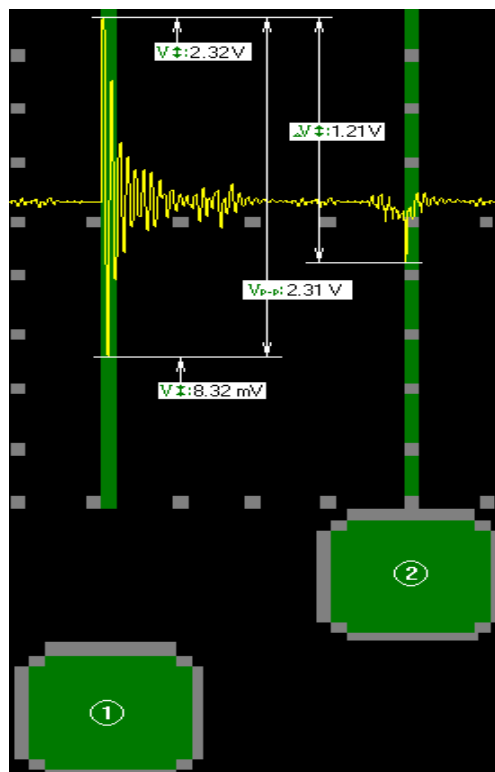

рис.10
- 7 - максимальное значение напряжения в точке осциллограммы, на которую указывает маркер 1, для канала, по которому выводится дополнительная информация (см. рис.10),
- 8 - максимальная разность напряжений в точках осциллограммы, обозначенных маркерами 1 и 2, для канала, по которому выводится дополнительная информация (см. рис.10),
- 9 - минимальное значение напряжения в точке осциллограммы, на которую указывает маркер 1, для канала, по которому выводится дополнительная информация (см. рис.10),
- 10 - пиковая разность напряжений в точке осциллограммы, на которую указывает маркер 1, для канала, по которому выводится дополнительная информация (см. рис.10).
По рис.10 видно, какие значения сигнала отображают данные элементы (для наглядности толщина маркерной линии условно увеличена).